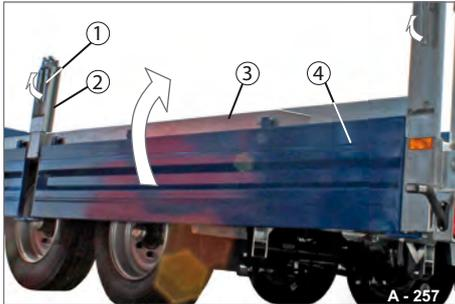

Abb. 129 Bordwand zuklappen
- ▶ Ggf. die Mittelrunge (Abb. 129/2) in die Rungentasche einstecken.
- ▶ Vor dem Hochklappen prüfen, dass die Bordwand-Verschlüsse (Abb. 129/1) geöffnet sind.
- ▶ Ggf. Verunreinigungen entlang der Ladekante (Abb. 129/3) am Fahrgestell entfernen.
- ▶ Bordwand (Abb. 129/4) beidhändig hochklappen.